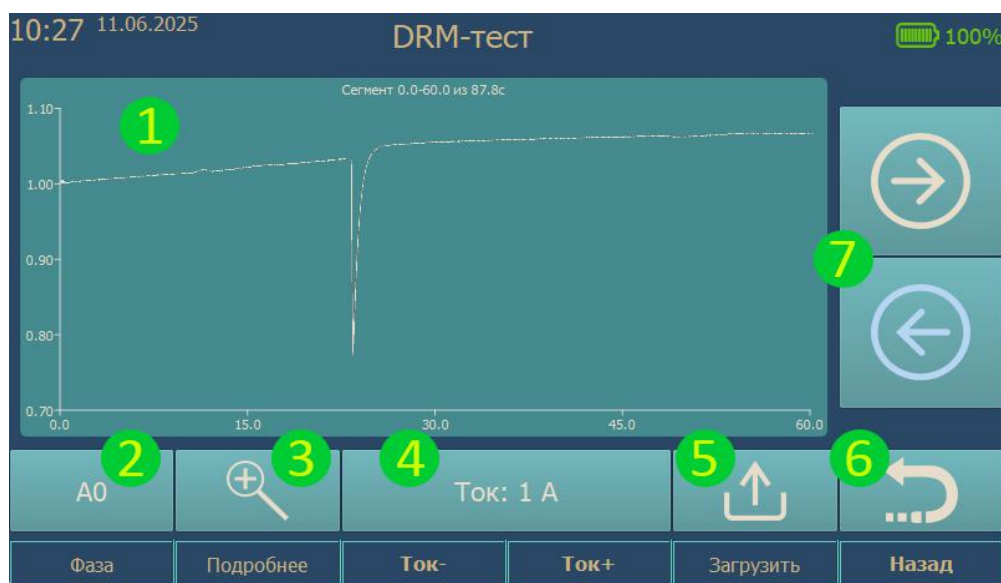
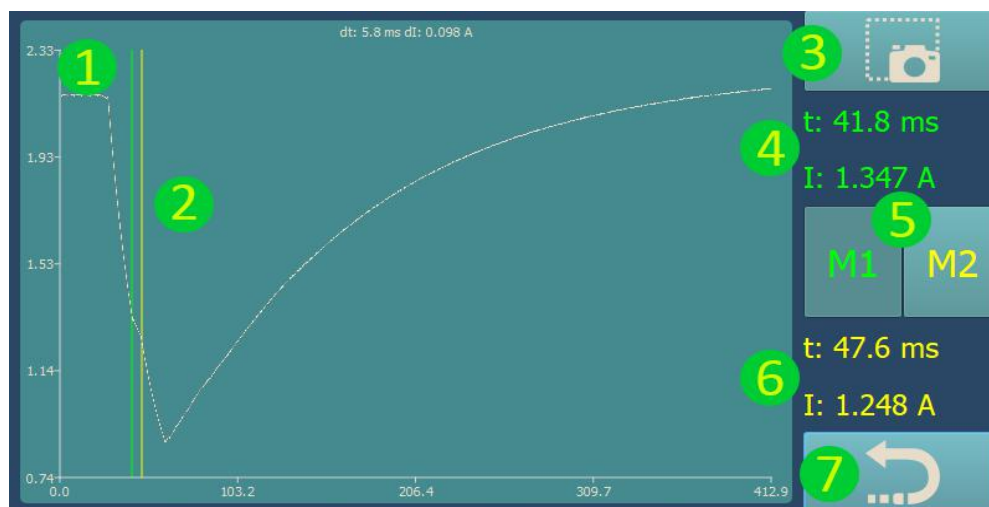

Рис. 16. Режим DRM
Рис. 18. Окно подробного просмотра и измерений
2.8.1. Внешний вид экрана в режиме DRM-теста представлен на рис. 16.
- Максимальная длительность отображаемого графика – 60 секунд. При испытаниях большей длительности прокрутка графика по оси времени осуществляется с помощью кнопок навигации (7 рис. 16).
проведения маркерных измерений. Для этого необходимо нажать кнопку «Подробнее» (3 рис. 16). После чего откроется окно, представленное на рис. 18.